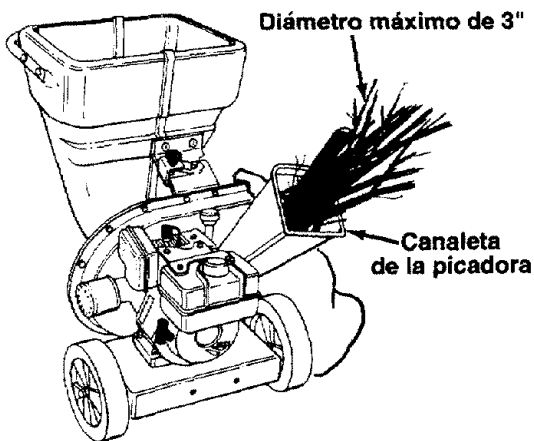

FIGURA 9.
- Material voluminosos, tal como tallos o ramas pesadas de hasta 3" de diámetro debería ser alimentado a la canaleta de la picadora. Vea la figura 9.